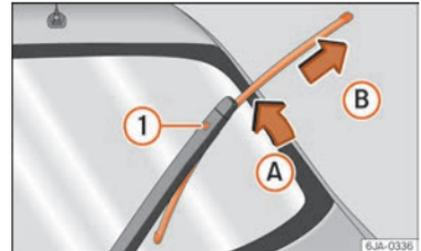

Abb. 71 Scheibenwischerblatt für Heckscheibe
- Klappen Sie den Scheibenwischerarm von der Scheibe ab, wobei Sie das Wischerblatt leicht in Richtung des Arms bewegen – Pfeil A » » » Abb. 71.
- Entriegeln Sie mit der anderen Hand die Sicherung ① und ziehen Sie das Wischerblatt in Pfeilrichtung B ab.